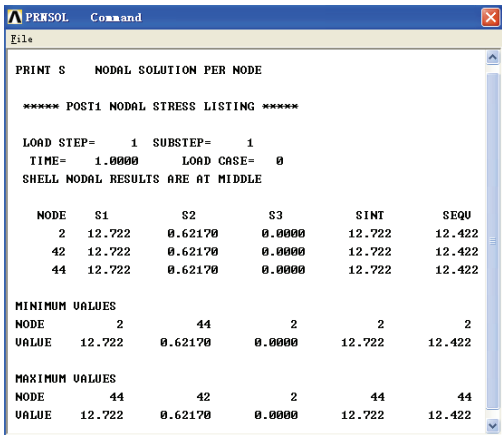

图 6-32 列表显示自由边界上所有节点等效应力
11) 选择 Main Menu | General Postproc | List Results | Nodal Solution 命令，出现 List Nodal Solution 对话框，在 Item to be listed 列表框中选择 Nodal Solution | Stress | von Mises stress，单击 OK 按钮，ANSYS 将显示自由边界上所有节点的应力求解结果，如图 6-32 所示。